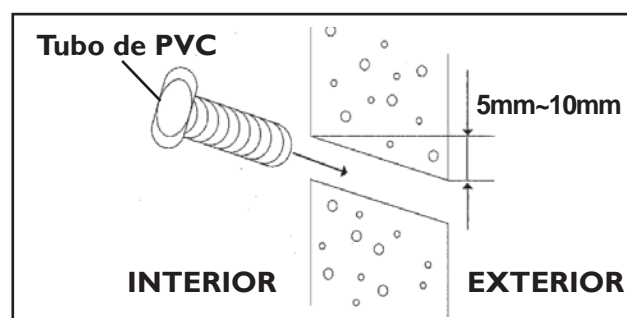

FIG. 11
- Corte e coloque o tubo de PVC de 75 mm de diâmetro de acordo com a espessura da parede e passe a tubulação através dela. (fig. 11).